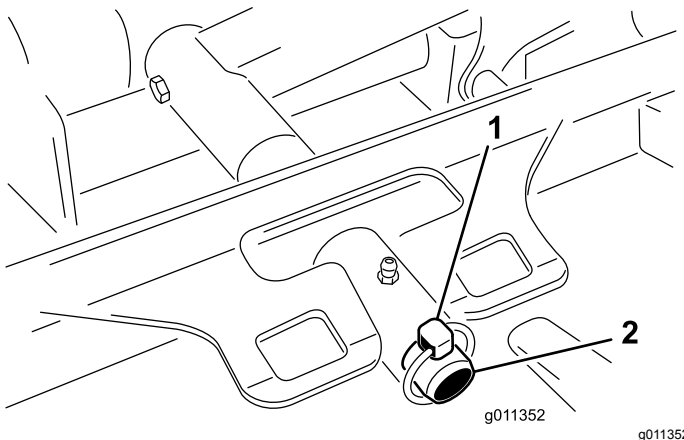

Figura 80
3. Retire el pasador de seguridad que sujeta el bastidor de tiro de la carcasa a la barra de giro del brazo de elevación (Figura 80).
3. Deslice el bastidor de tiro de la carcasa sobre el pasador de giro del brazo de elevación. Sujete el conjunto con el pasador de seguridad (Figura 80).